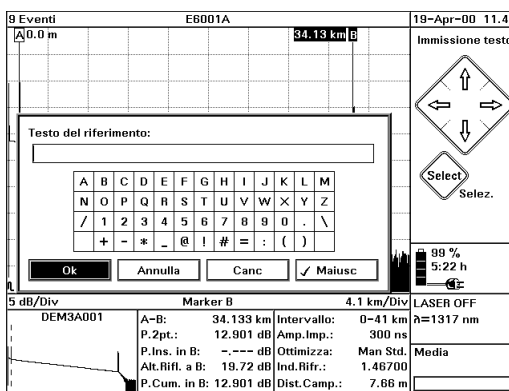

Figura 35 Finestra di testo del riferimento
Compare una tastiera a video dove dovrà essere digitato il testo del riferimento (Figura 35).
- 4 Compare una tastiera a video simile a quella della Figura 35.